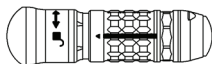

Figure 1
- Utiliser une brosse avec douceur pour nettoyer les cannulations de l'accessoire pendant que celui-ci est immergé dans la solution de nettoyage. Utiliser la brosse ACB pour tous les accessoires sauf pour les manchons de support d'accessoires à accès minimum et les dispositifs MA-D20-G1. Utiliser la brosse SDCB pour les manchons de support d'accessoires à accès minimum et les dispositifs MA-D20-G1. Si l'accessoire est muni d'un manchon de dégagement (Figure 1), déplacer le manchon et brosser la zone exposée.
- Manipuler toutes les pièces mobiles comme les manchons de dégagement (Figure 1).